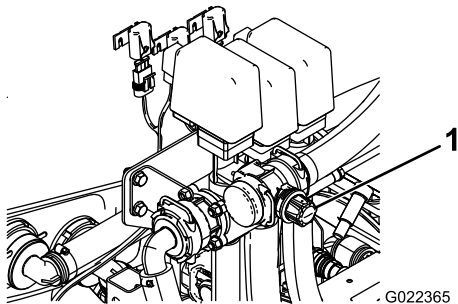

Figura 39
9. Ajuste la válvula de desvío de agitación (Figura 39), situada en la parte trasera de la válvula de agitación, hasta que la presión marcada en el manómetro sea de 7 bar.